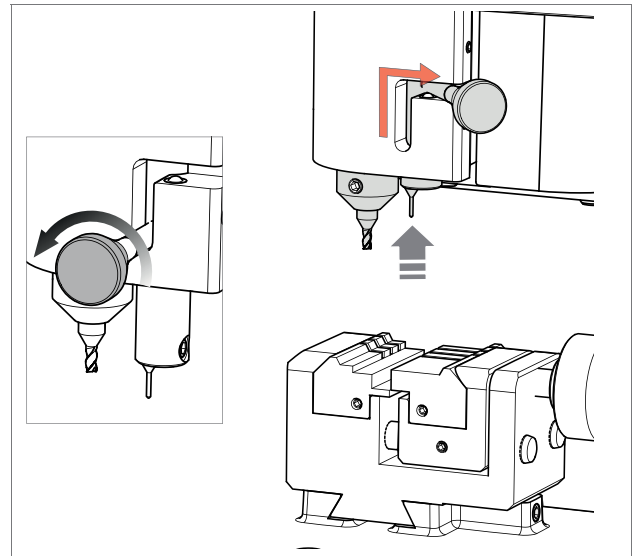

Fig. 57
• UITSLUITEN VAN DE TASTER 01T (Fig. 57)
Opmerking: voor frees- en/of decodeerbewerkingen met de taster 02T, moet de taster 01T zich in de ruststand bevinden (Fig. 57). VERVANG DE TASTER 02T MET DE FREES AANGEDUID DOOR DE SW ALVORENS OVER TE GAAN TOT DE SLEUTELDUPLICATIE.